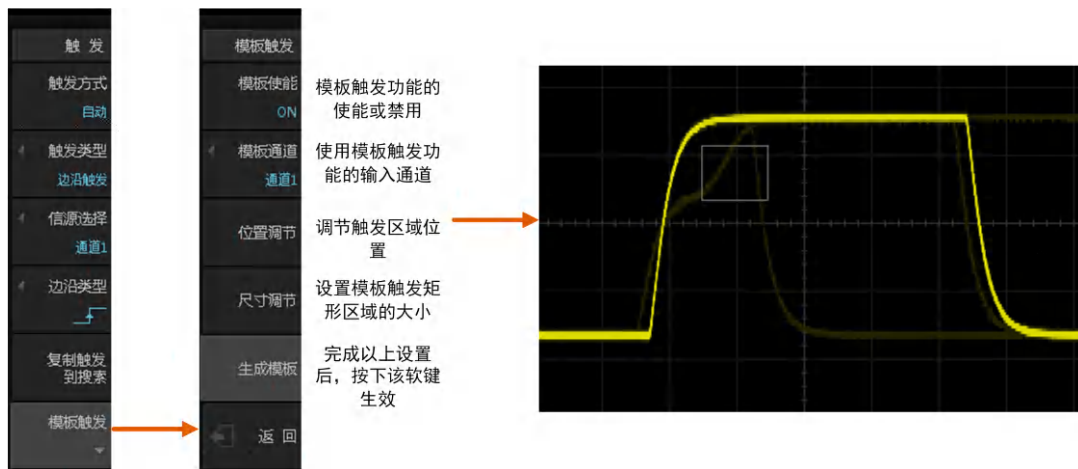

图 10.11 模板触发功能菜单
某些信号出现频率低,无法观察其特征,难以通过标准触发将信号触发出来的情况下,模板触发对特殊信号的触发提供了便利。模板触发功能菜单如图 10.11 所示。
- 3、点击【Trigger】进入触发菜单，点击【模板触发】，设置【模板使能】为“ON”，如图 10.11 所示，屏幕上出现一个白色矩形框；